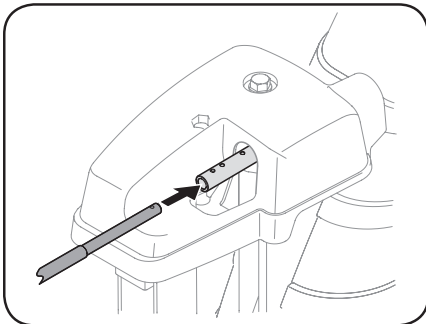

Figura 2-39
2. Inserte el extremo redondeado de la varilla de control del canal en el cabezal de control del canal. Empuje la varilla tan lejos dentro del cabezal de control del canal como sea posible, manteniendo los orificios en la varilla orientados hacia arriba. Consulte Figura 2-39.